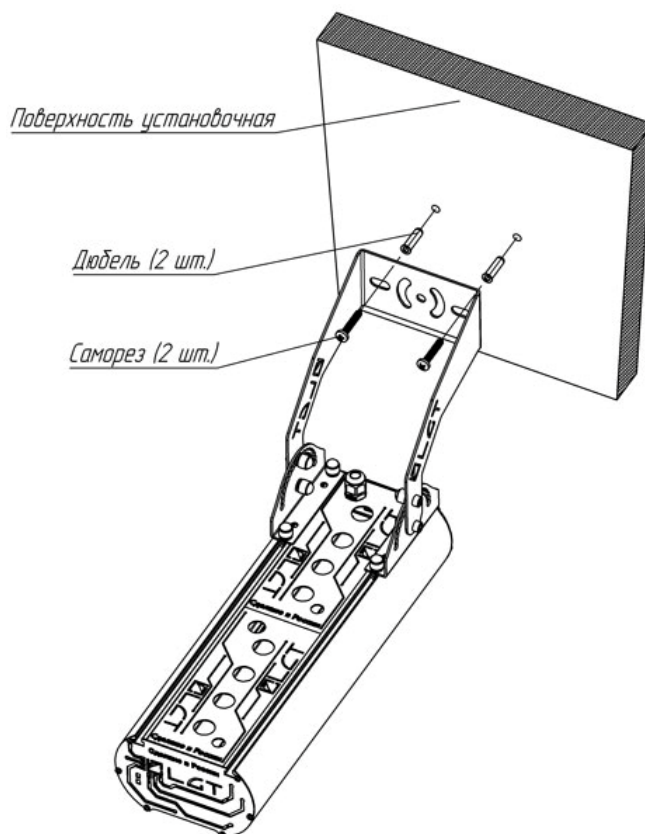

Рис. 7
6.7.7 Закрепить светильник на установочной поверхности (Рис. 7).